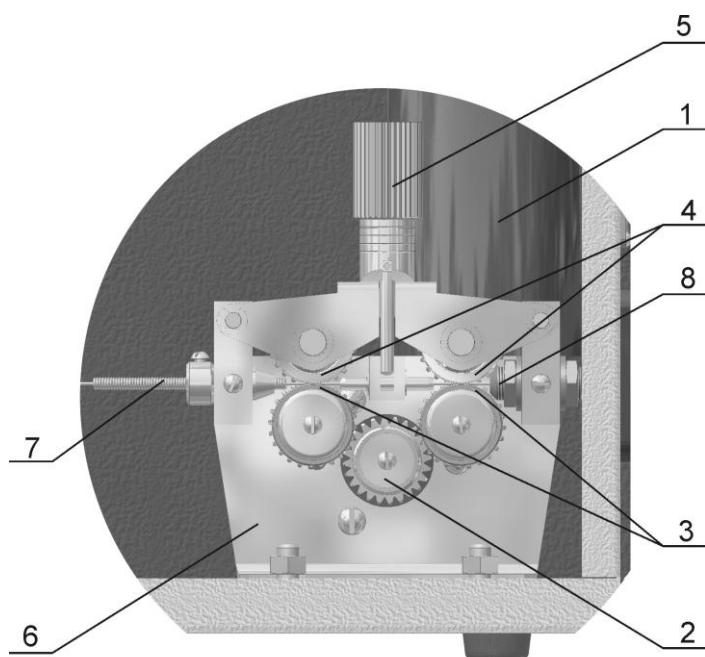

Рисунок 4. Механизм подачи.
2.4.4. Внутри блока установлен четырехроlikовый механизм подачи толкающего типа с возможностью установки роликoв под различные диаметры проволоки. См. рисунок 4. Здесь:
2.5.4. Заправить проволоку через механизм подачи в приёмный конус сварочной горелки (поз.8 рис.4). Необходимо проследить за тем, чтобы пазы установленных в механизм ведущих роликов (поз. 3 рис.4) соответствовали диаметру проволоки. Соответствие определять по надписям на роликах. После этого скобы с прижимными роликами зажать бономом (поз.5 рис.4).